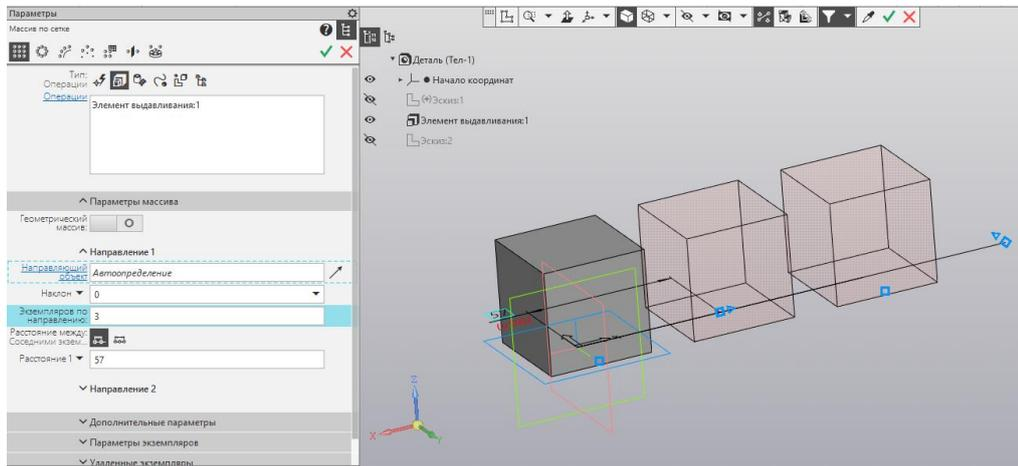

Рисунок 5.1 – Массив вдоль прямой в одном направлении
1. Массив по сетке. Самый простой массив. Элемент копируется в одном направлении вдоль прямой или в 2х направлениях вдоль двух прямых. Рассмотрим сначала одно направление. В параметрах задается тело, которое надо копировать; направляющий объект, который является прямой, по которой будет происходить копирование; наклон – это угол, на который можно повернуть исходный направляющий объект; количество экземпляров; Расстояние, по умолчанию стоит расстояние между соседними экземплярами. Самый простой пример эскиза вдоль прямой в одном направлении (рисунок 5.1).